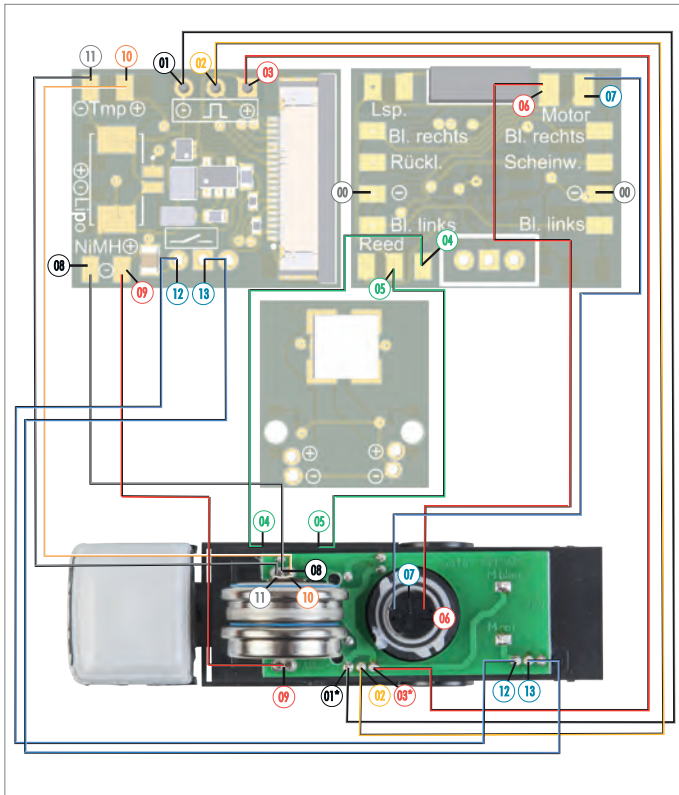

Abb. 41: Anschlussschema, LKW-Modell mit Universalplatine, Akkus gesteckt
**\*HINWEIS:** Beachten Sie den zuvor von Ihnen definierten und markierten "+" (Plus)-Pol der Ladebuchse und verbinden Sie diesen mit dem Anschluss "03" der Umrüstplatine. Im Anschlussschema Abb. 41 sind "01" und "03" fahrzeugeitig lediglich Beispielbelegungen. S.a. Kap. "Fahrzeug umrüsten".